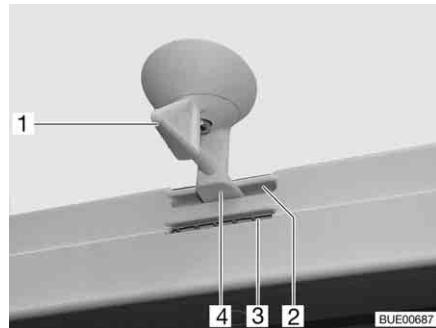
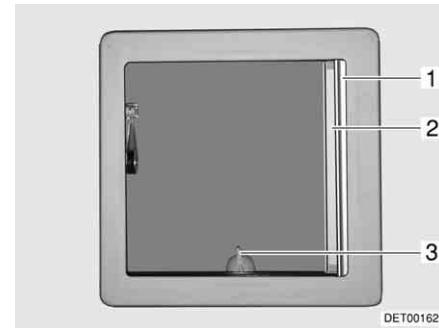

Fig. 33 Oblò inclinabile, bloccaggio
Fig. 34 Oblò inclinabile
- Ruotare la leva (Fig. 33,1 o Fig. 34,3) di un quarto di giro.
- Girare la leva di un quarto di giro. Il bloccaggio (Fig. 33,4) deve entrare nella feritoia inferiore (Fig. 33,3).
- Girare la leva di un quarto di giro. Il bloccaggio (Fig. 33,4) deve entrare nella feritoia superiore (Fig. 33,2).
- Tirare la tendina oscurante pieghevole (Fig. 34,1) fino alla posizione desiderata e rilasciare. La tendina oscurante pieghevole rimane in questa posizione.
- Estrarre la zanzariera a rullo (Fig. 34,2) fino a quando non scatta il blocaggio dalla parte opposta.